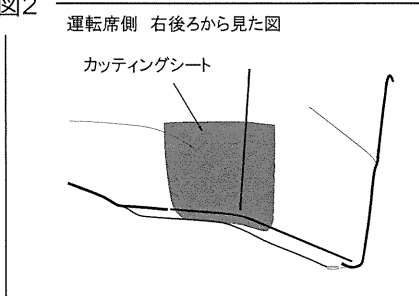

図3
- スポイラーの「A」「B」部の油脂類を十分に取り除いた後、付属の両面テープとゴムモールを貼り付けて下さい。(図3 図4参照)